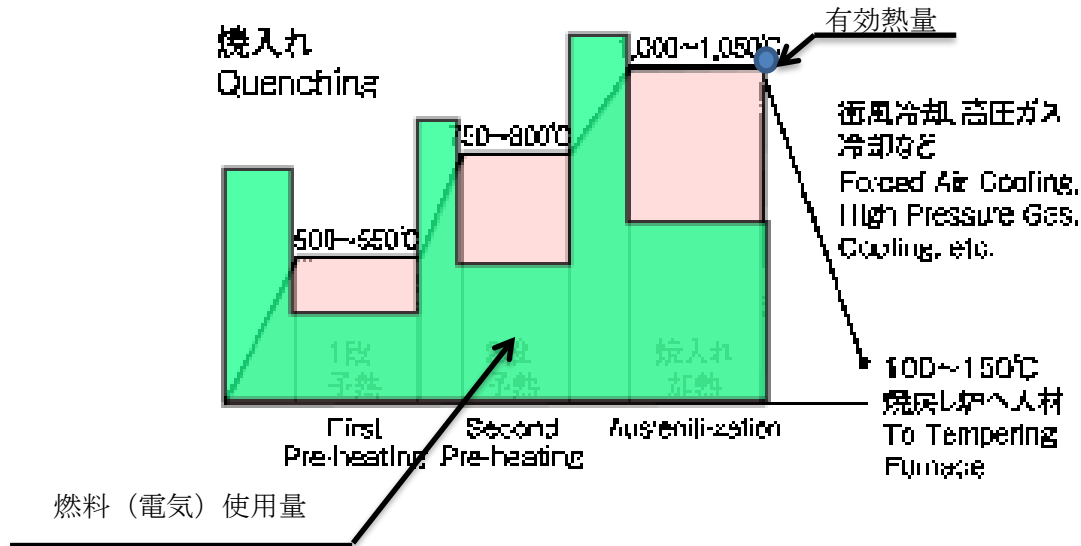
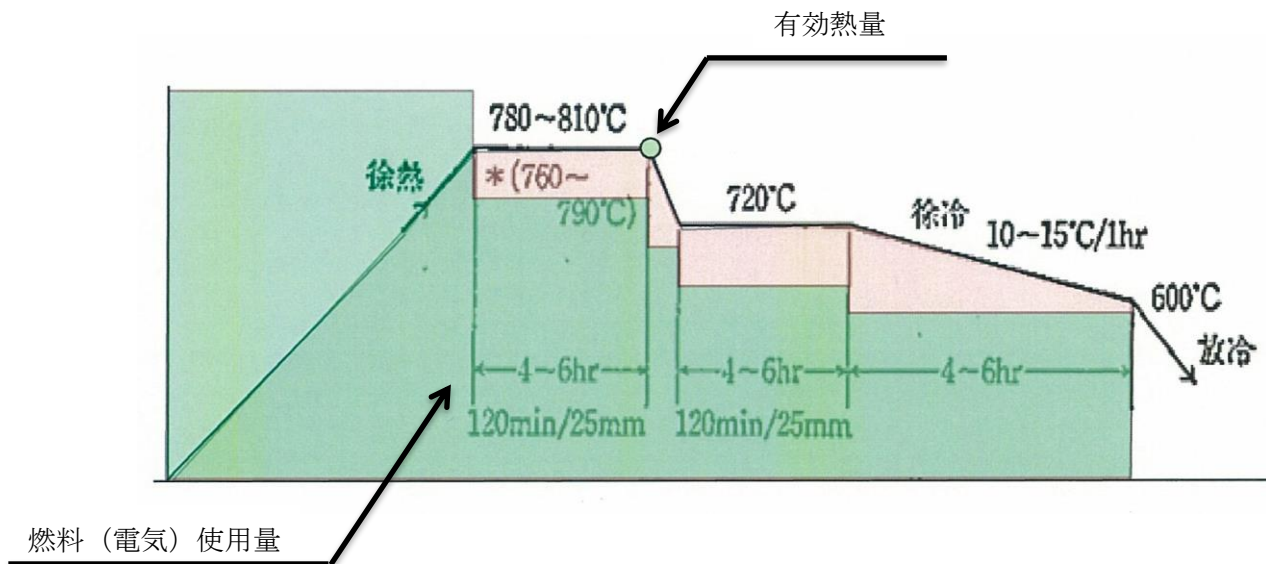

図.1 標準熱処理温度曲線/燃料 (電気) 投入パターン例
図.2 軸受鋼の焼きなまし曲線/燃料 (電気) 投入パターン例
- ⑤ 燃料と電気のエネルギー源を変えて省エネを図る場合、一次エネルギーで評価する。
- ⑥ 可燃性の雰囲気ガスは基本的に炉内で燃えることはないものとし、その発熱量は無視する。
- ⑦ 鍛造炉、溶解炉等で同一被加熱物の再加熱がある場合は、再加熱分の熱量を供給熱量に加える。
- ⑧ 熱処理炉のエネルギー使用量は、予熱・保熱時間でのエネルギー使用がある場合はその量も加えること（図.1、図.2）
- ⑨ バッチ炉であれば被加熱物の温度は被加熱物全体で一様（転炉内の溶鋼のような例）と推定できるが連続炉であれば被加熱物は複数あり、入り口から出口にかけて
- ① 製造ライン中の工業炉の場合、炉出側での製品重量が不明な場合が多く、今回の計算では被加熱物の重量は炉の装入重量とする。最終製品重量が管理値の場合、スケールロス、ドロロス、次工程ロス（クロップロス等）等のロス分の比率で割って装入重量を求める。
- ② 材料の保有熱以外は損失熱として扱い、被加熱物の最高温度での含熱量を保有熱（有効熱）とする。
- ③ エネルギー使用量は予熱・保熱のエネルギーも加味する。連続炉で長時間定常操作であって、無視できる場合は除外することができる。
- ④ 熱処理炉の場合、被加熱物の最高温度での含熱量を保有熱（有効熱）とする。（図.2 図.3）前提として厚み方向に温度が一応であること。
- ⑤ 乾燥炉の目的とする被加熱物乾燥による水分の潜熱は有効熱に含む。
- ⑥ 特にバッチ炉の場合、蓄熱損失は無視できないので、損失熱として扱う。
- ⑦ 基準温度（雰囲気温度）は実態と乖離がない場合 20℃とする。
- ⑧ 誘導加熱式熱処理炉の場合、被加熱物の重量を加熱面積（cm2）×加熱深さ（浸透深さ）（cm）×比重とする。熱量（kWh）の計算は単位面積当たりの投入熱量（kWh/cm2）×加熱面積とする。